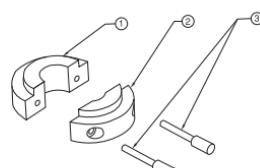

Figura 3
1. Adapte as duas partes da braçadeira IV (itens 1 e 2 na figura 3) em torno do suporte da unidade IV.
2. Fixe as partes usando os parafusos com a extremidade de superfície rugosa (item 3).